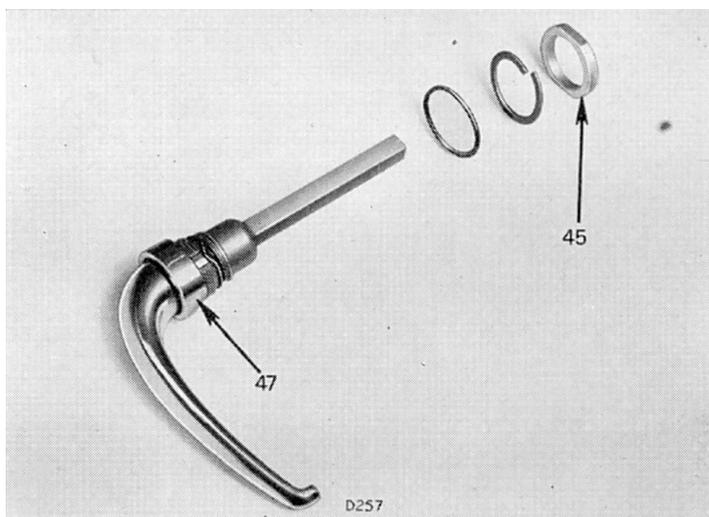

Fig. 33. Poignée de fermeture de portière (Spitfire 4)
- (Portière passager seulement). Dévisser le gros écrou (45) (Fig. 33), accessible par l'intérieur de la portière.